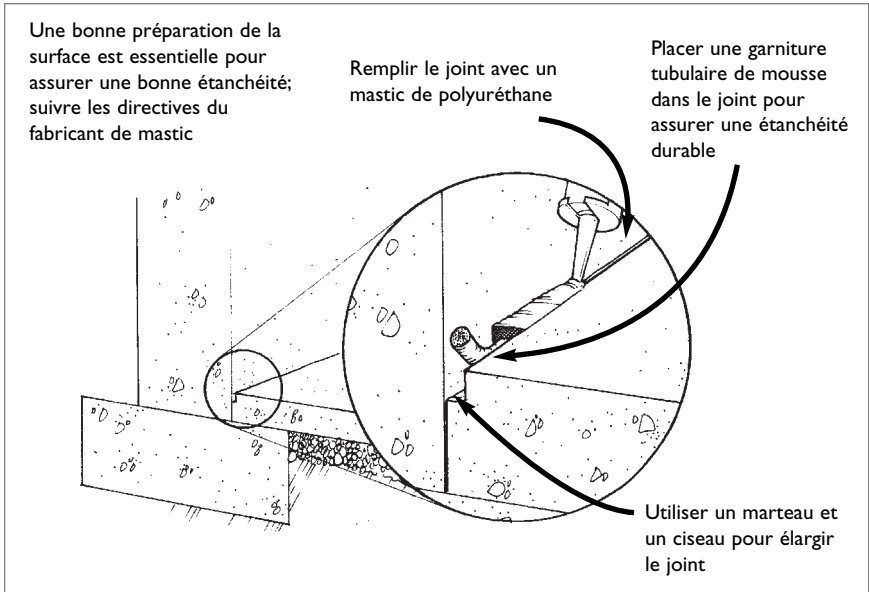
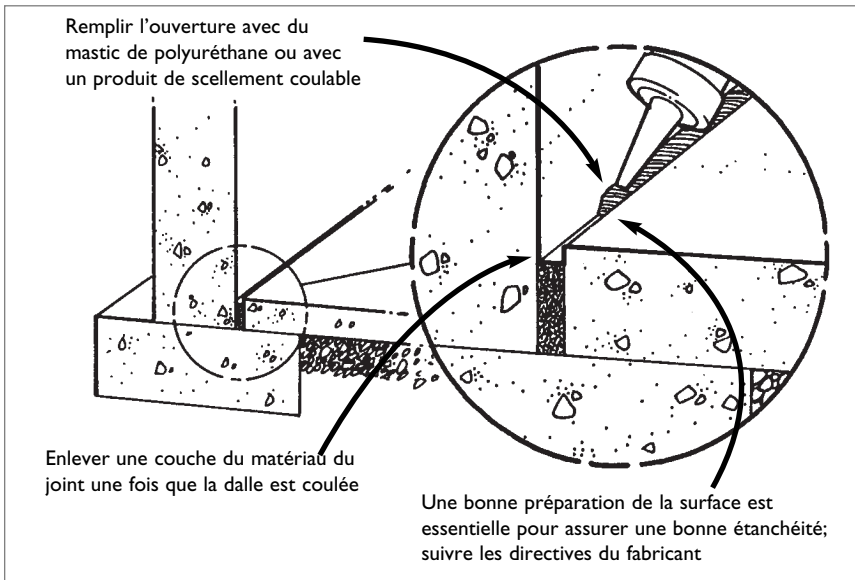

Figure 13 : Obturation des joints des murs de fondation et des planchers du sous-sol
Figure 16 : Obturer la jonction entre le mur de fondation et le plancher du sous-sol dans les constructions neuves
S'il est à votre portée, le joint entre le mur de fondation et le plancher du sous-sol doit être scellé (*voir* la Figure 13). Les ouvertures aménagées dans les murs et planchers pour le passage des services (par exemple : câbles électriques, canalisations d'eau, d'égout, de gaz naturel et de mazout) peuvent être colmatées de la même façon.
- Sceller la jonction du plancher et des murs du sous-sol. On peut éliminer cette source potentielle d'infiltration de diverses façons (voir la Figure 13, page 25, et la Figure 16, page 28). Il est essentiel de bien préparer les surfaces à calfeutrer si l'on veut obtenir un résultat efficace et durable.